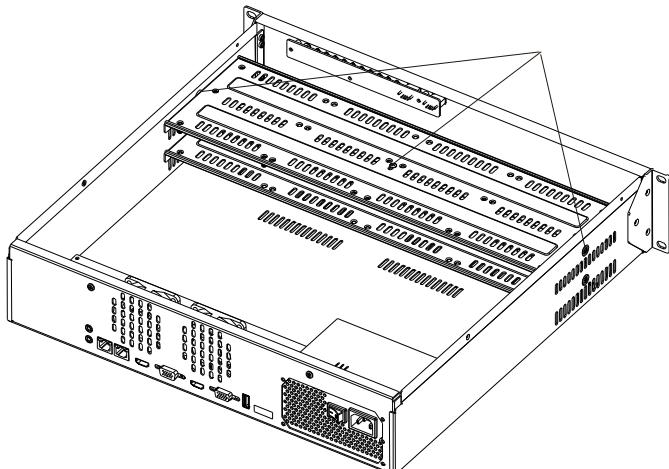
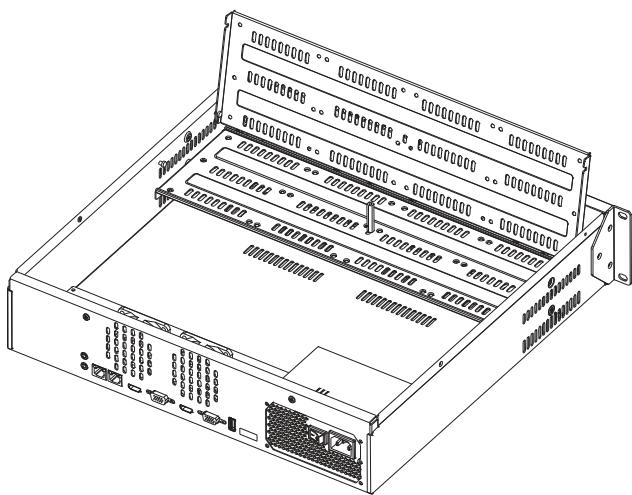

Рисунок 5
Рисунок 6
- 1) Открутите винты крепления крышки видеорегистратора на задней части корпуса, затем снимите верхнюю крышку. Снимите кронштейн для крепления HDD, открутив винты в трёх местах (рисунок 5) и поднимите верхний кронштейн (рисунок 6).